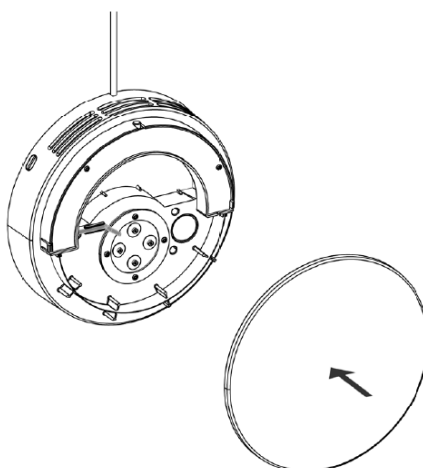

Figure 19 - Remettez le couvercle intérieur en place.
7. Remettez le couvercle intérieur en place (voir Figure 19 ci-dessous).